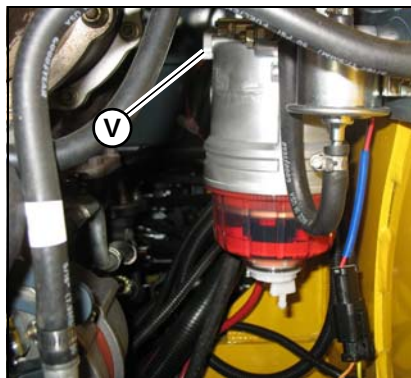

Figura 99 – Separatore dell'acqua
3. Girare in posizione OFF (chiuso) la leva della valvola di intercettazione del carburante (V, Figura 99) sul separatore dell'acqua.
6. Girare in posizione ON (aperto) la valvola di intercettazione del carburante (V, Figura 99) sul separatore dell'acqua.